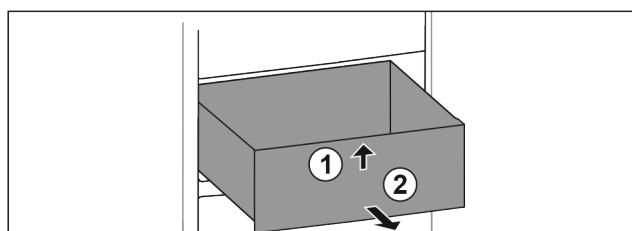

Fig. 66
- Nadvihnite zásuvku vpred. Fig. 66 (1)
- Odoberte zásuvku dopredu. Fig. 66 (2)